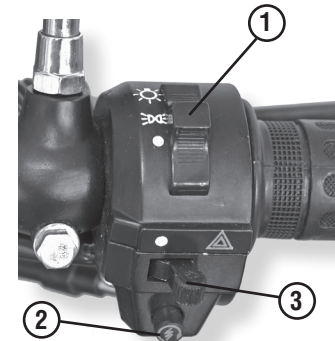

Рис. 8 Блок переключателей на руле правый
Выключатель световых приборов (рис. 8, поз. 1) имеет три фиксированных положения:
**Кнопка электростартера** (рис. 8, поз. 2) служит для запуска двигателя.
Включатель аварийной сигнализации (рис.8 поз.3) имеет два фиксированных положения: